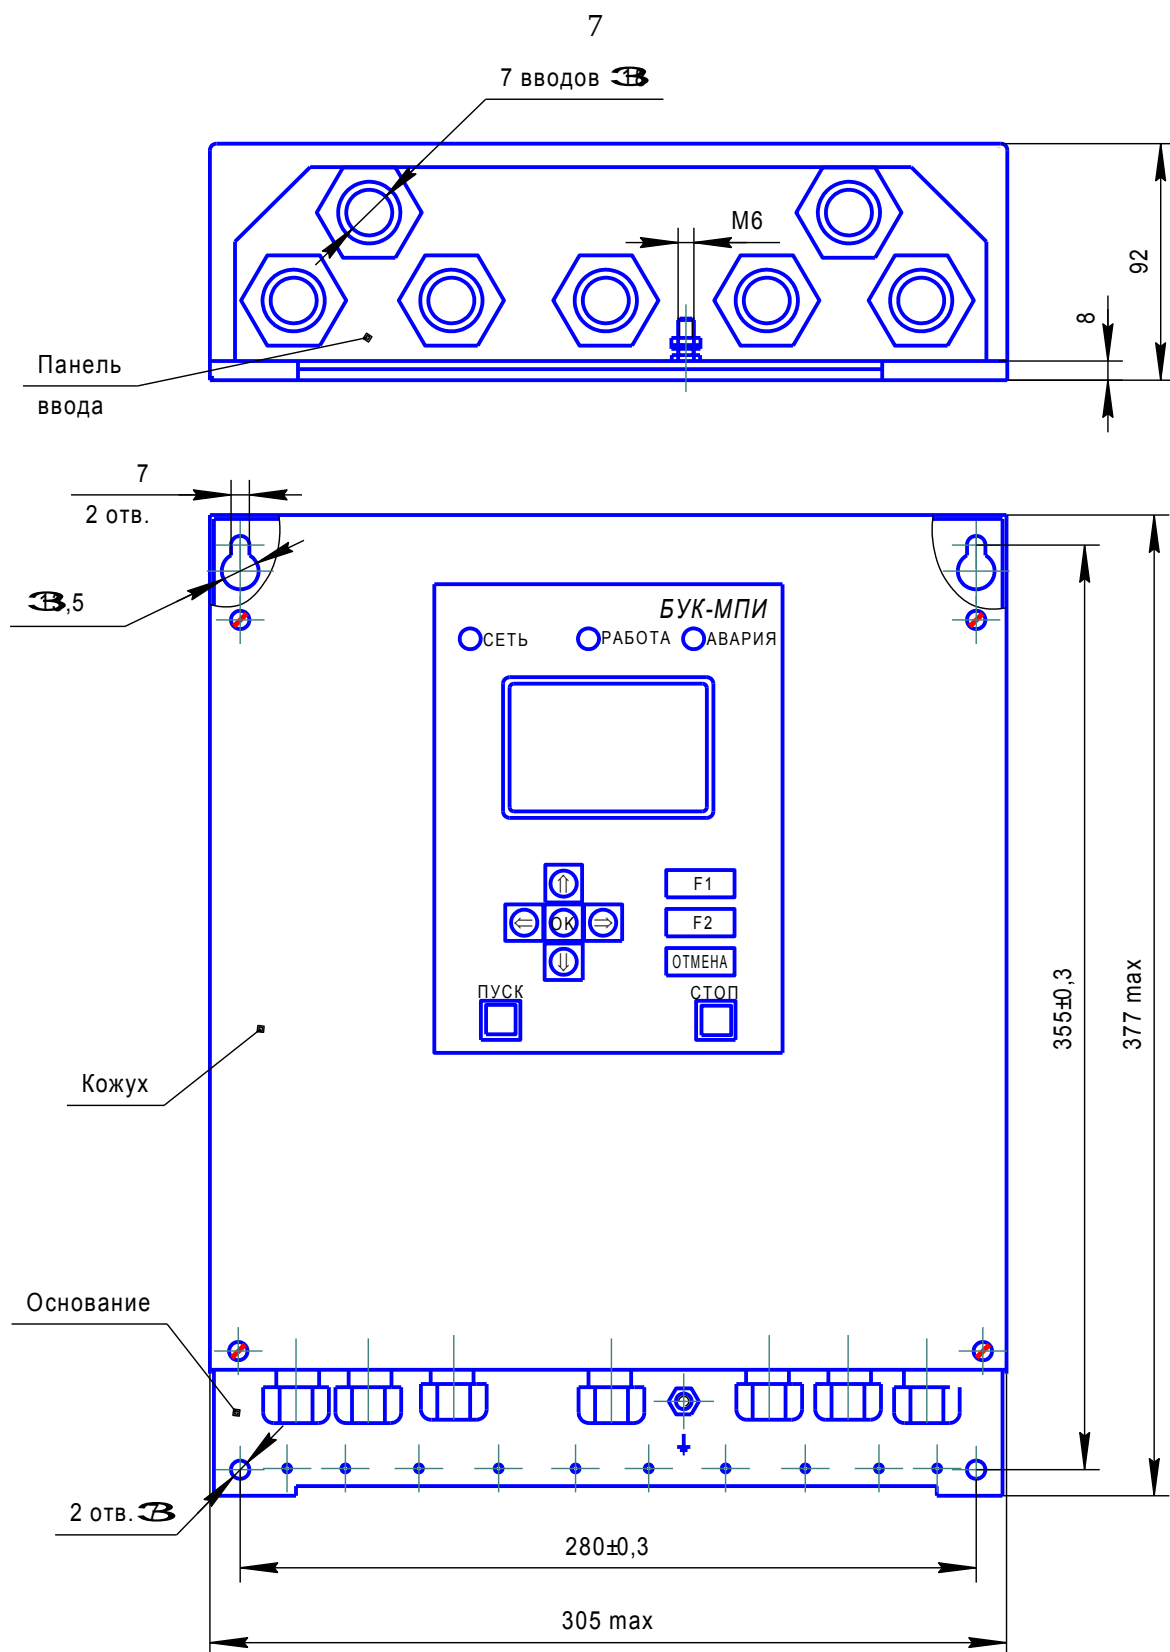

Рис. 1. Габаритные, установочные и присоединительные размеры.
1.8.1. Блок управления представляет собой настенный блок сварной конструкции со съемным передним кожухом. Габаритные и присоединительные размеры приведены на рис. 1.